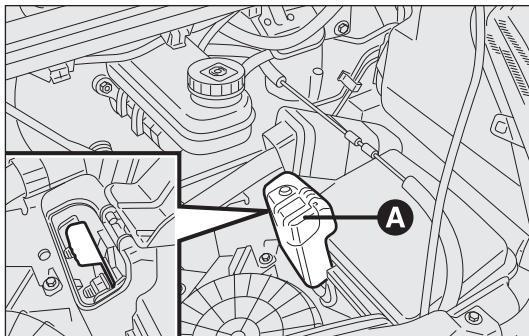

fig. 157
- soulever la trappe A pour accéder au pôle positif de la batterie fig. 157;